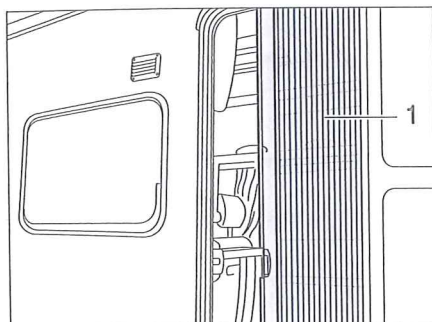

Bild 23 Insektsskydd
- Stänga:** ■ Ta tag i listen (Bild 23,1) och drag ut insektsskyddet helt.
- Öppna:** ■ Ta tag i listen (Bild 23,1) och ställ tillbaka insektsskyddet till utgångsläget.